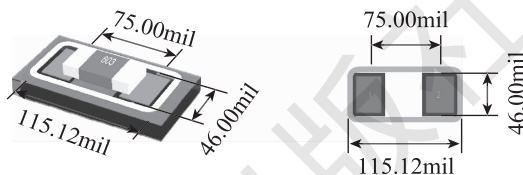

图 1-61 贴片电容外形尺寸、封装规格
(2) 表面贴装电容外形尺寸及封装规格，如图 1-61 所示。